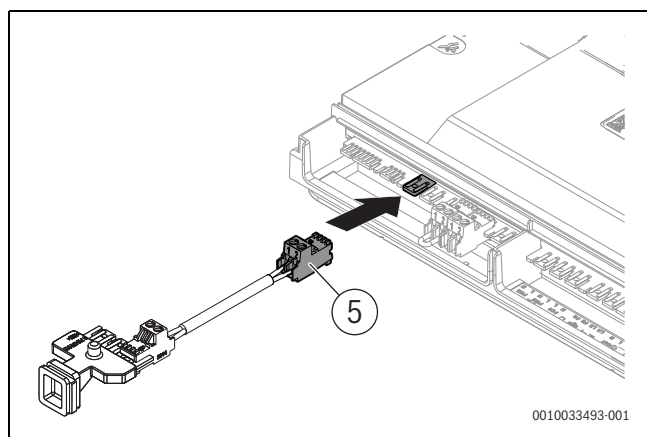

Fig. 108 Brancher le câble de BUS à l'emplacement BUS du bornier
- Brancher le câble de BUS du bornier (→ Figure 108, [5]) à l'emplacement BUS du bornier.